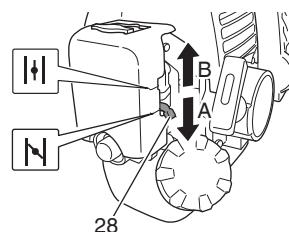

Fig. 17
(3) Réglez le levier du starter (28) à la position de démarrage (fermé) (A). (Fig. 17)
(5) Dès les premiers soubresauts du moteur, ramenez le starter en position ouverte (B). (Fig. 17)